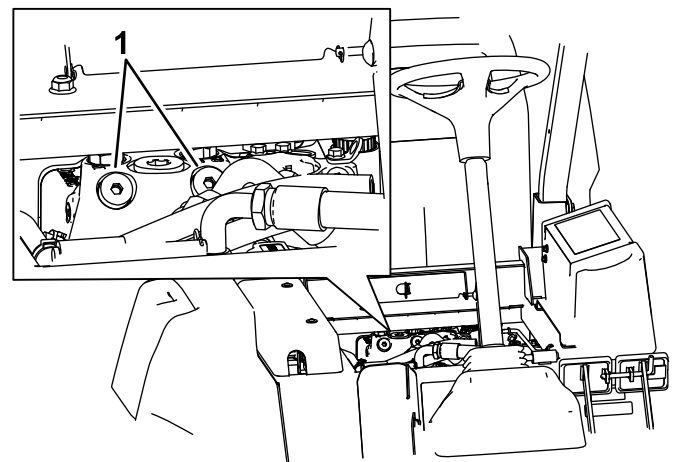

Figura 72
1. Sollevate il sedile e individuate le valvole di bypass, che sono posizionate sotto la parte anteriore del serbatoio del carburante (Figura 72).